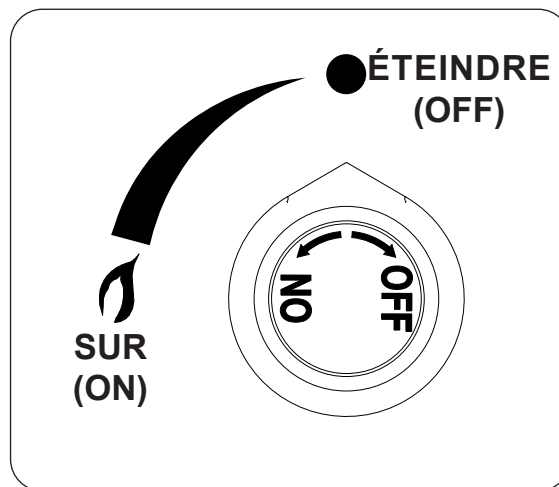

Fig. 40-2
4. **Une fois la flamme en position**, tournez le bouton de commande dans le sens inverse des aiguilles d'une montre sur la position **ON (sur)**, appuyez et maintenez la position pendant 15 secondes (voir Fig. 40-2). Votre brûleur devrait s'allumer dans un délai de 5 secondes.
Pour éteindre votre brûleur à gaz, tournez le bouton de commande du gaz dans le sens des aiguilles d'une montre jusqu'à la position **OFF (éteindre)** (voir Fig. 40-2). Veillez à ce que le bouton de commande soit éteint entièrement pour éviter toute fuite de gaz.